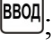

Рисунок 3.2 – лицевая панель TP-102
- для входа в режим программирования параметров - нажать и удерживать в течении 7сек. кнопку **МЕНЮ**, при этом должен загореться индикатор “установка” рис.3.2(8).
- Если введенный пароль верный, включится светодиод “Установка” рисунок 3.2 (8) и на дисплее отобразится первый параметр из таблицы 7.1.
- Если параметр P P 5 установлен в “0” проверка пароля не осуществляется. Включится светодиод “Установка” рисунок 3.2 (8) и на дисплее отобразится первый параметр из таблицы 7.1.